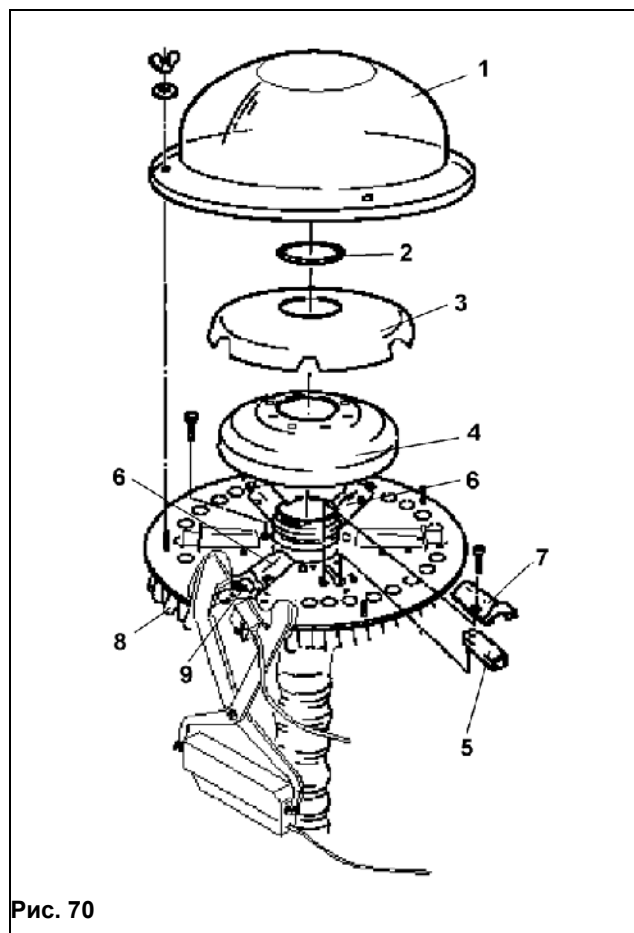

Рис. 70
При поставке машины переключение технологической колеи установлено на ширину колеи Вашего трактора-пропашника. Если, например, в результате покупки нового трактора-пропашника имеется необходимость установить систему переключения технологической колеи на ширину колеи нового трактора, семяпроводы (Рис. 70/8) в распределительной головке необходимо поменять между собой. При этом необходимо учитывать, чтобы сошники технологической колеи крепились на тех выпускных отверстиях, которые могут закрываться при помощи заслонок (Рис. 70/9).
- Демонтируйте внешнюю крышку распределителя (Рис. 70/1)
- кольцо круглого сечения (Рис. 70/2)
- внутреннюю крышку распределителя (Рис. 70/3) и пенопластовую вставку (Рис. 70/4).
Имеется возможность устанавливать до 6 заслонок. По две заслонки (Рис. 70/6) должны монтироваться на монтажной пластине напротив. Для монтажа и демонтажа заслонки (Рис. 70/5) необходимо убрать шахту для заслонок (Рис. 70/7).
Ненужные заслонки (Рис. 70/5) необходимо просто вставить перевернув в отверстия (установка на хранение).